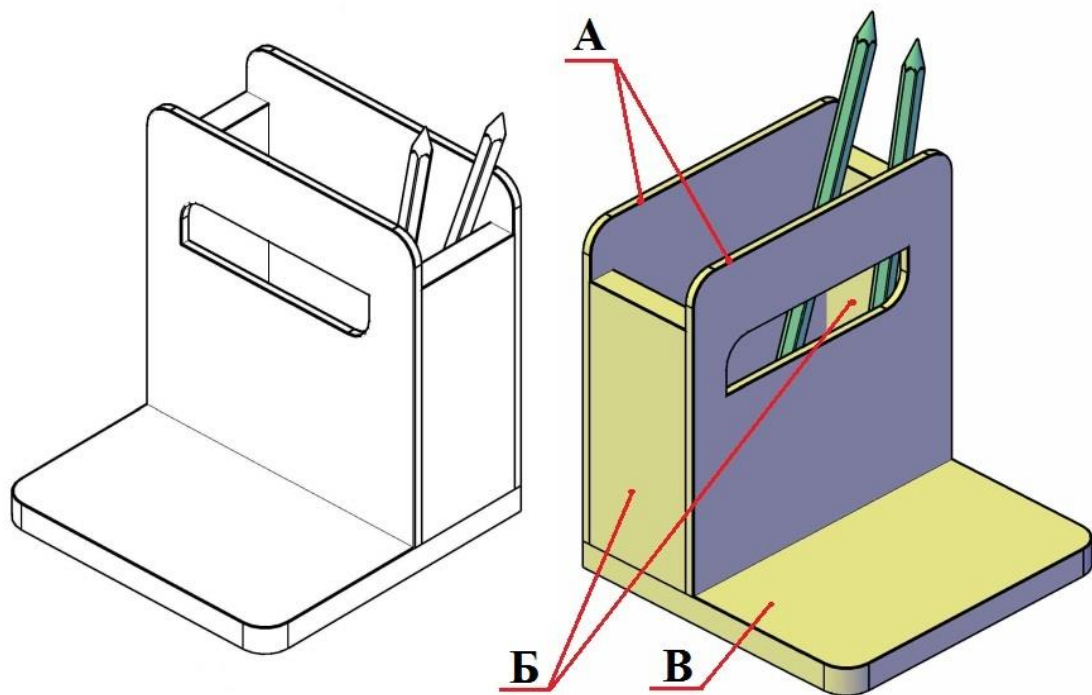

Рис. 1
1. По данному образцу (Рис. 1) разработайте технологическую карту (Таблица 1) для изготовления передних (дет. А) и боковых (дет. Б) стенок подставки.
3. Изделие состоит из пяти деталей (рис. 1):